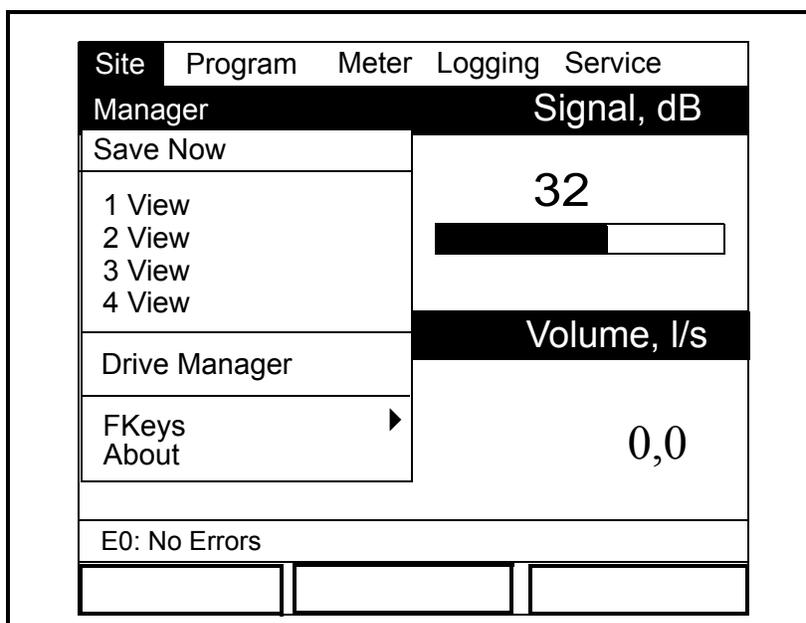

Рис. 3-6. Меню *Site* (Объект)
2. Когда выбрано меню *Site* (Объект), нажмите [ENTER] (ВВОД), после чего откроется экран, аналогичный показанному на рис. 3-6 ниже.
2. Когда выбрано *Site Menu* (Меню объекта), нажмите [ENTER] (ВВОД), чтобы открыть окно *Site Menu* (Меню объекта) (см. Рис. 3-6 на стр. 3-7).